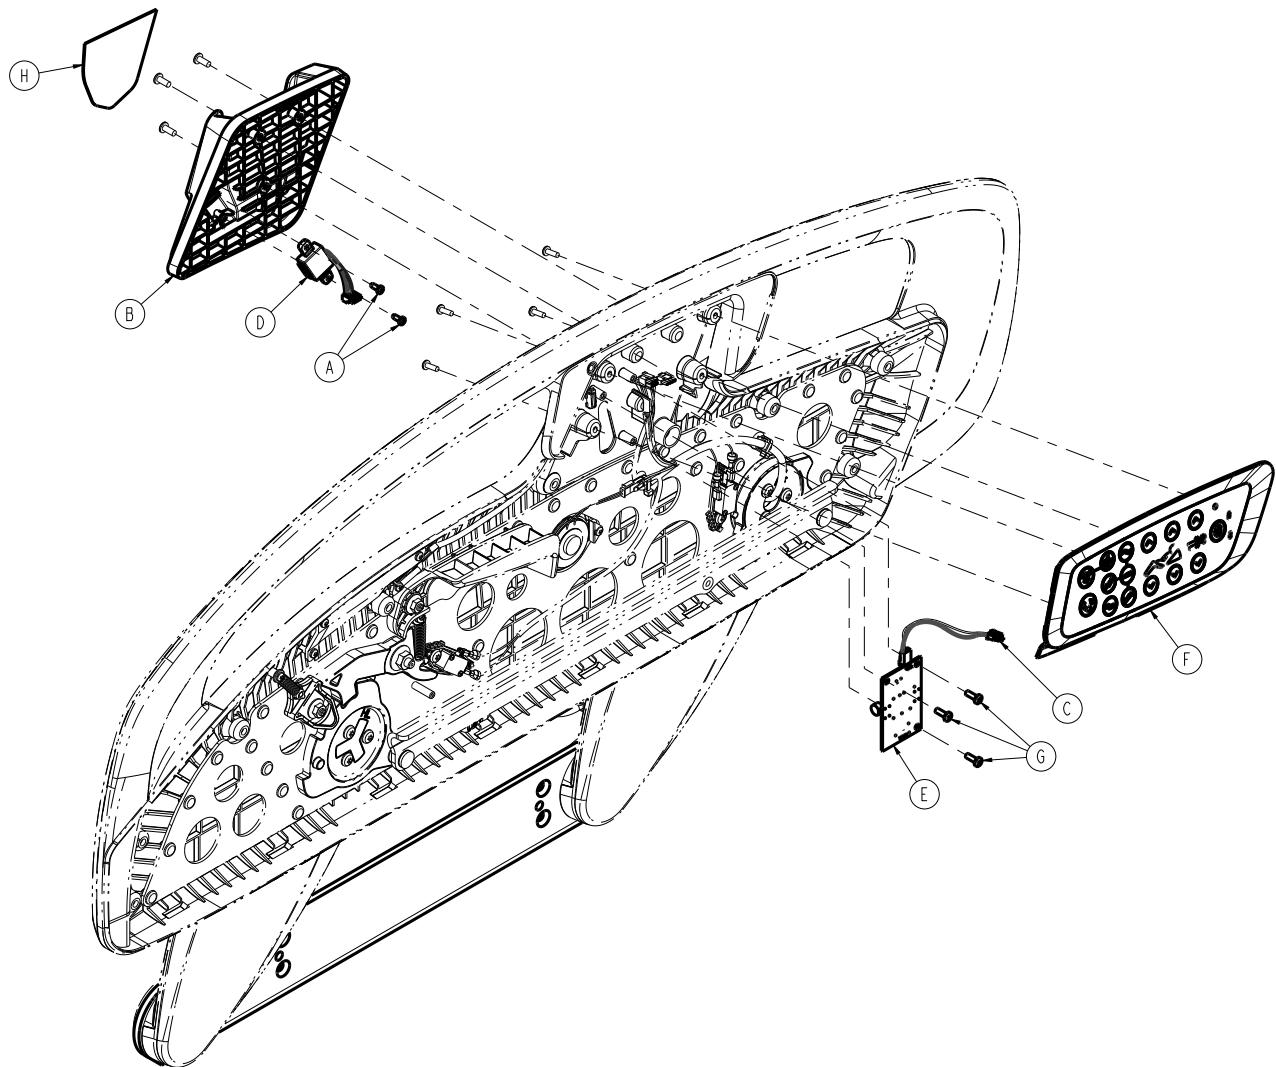

Figure 55 – Remplacement du port USB en option
9. Débrancher le câble USB (D) de la carte de chargement USB (E) pour retirer le support du patient avec USB (B) (Figure 55).
11. Si le produit est équipé du chargeur USB en option, utiliser un tournevis Torx T20 pour retirer les trois vis (G) qui fixent la carte de chargeur USB (E) à l'arceau de la barrière (Figure 55). Retirer et conserver la carte.